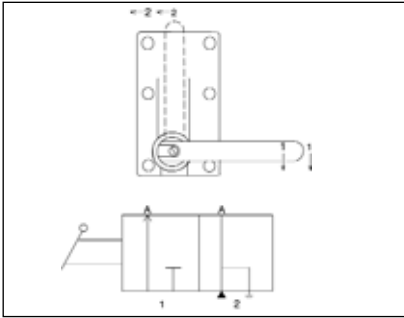

Abbildung 7
1. Ventiltriff in Stellung 1 bringen, wie in Abbildung 7.